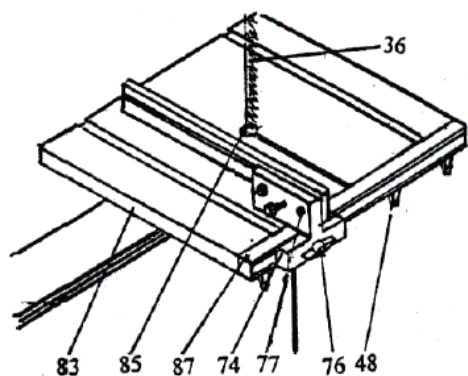
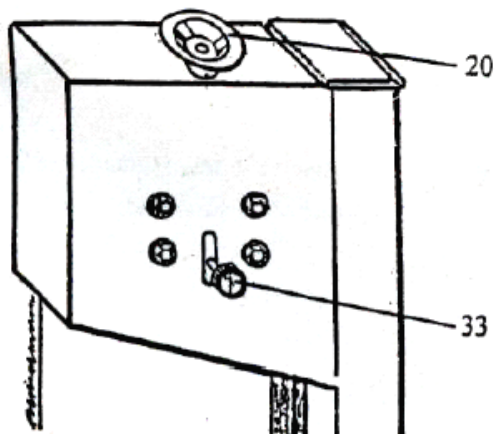

Рис. 1
Рис. 3
### 5.1. УСТАНОВКА СТОЛА (рис. 1)
Рабочий стол (83) устанавливается согласно рис. 1. Закрепить вставку (85) в центр рабочего стола. Закрепить направляющую планку (87) к столу с помощью барашковых винтов, как показано на рис. 1. Затем вставить болт (76) с квадратным подголовником в боковую направляющую планку через полосковую шайбу (75). Закрепить верхнюю направляющую планку (79) и боковую планку барашком с шайбой. Поместить верхнюю планку с правой стороны полотна пилы. Ослабить гайки (77). Снять верхнюю направляющую планку и ослабить барашек (76). Сдвинуть стойку верхней направляющей планки (74) вправо от полотна (36) пилы. Затем закрепить верхнюю направляющую планку с другой стороны стойки верхней направляющей планки.
1. Сначала открыть верхнюю и нижнюю дверцы (8) и (9), затем ослабить маховичок (20), рис. 3.
2. Снять боковую направляющую планку (87) и полотно пилы (36), рис. 1.
4. Установить боковую направляющую планку (87).
5. Вращая маховичок (20), натянуть полотно пилы. При нагрузке в 3 кг, приложенной к поверхности пилы, прогиб должен составить около 8 мм. Натяжение пилы должно быть умеренным.
6. Рукой повернуть верхний шкив полотна, отрегулировать прохождение полотна (36) в защитном кожухе вращением рукоятки (33), расположенной сзади верхнего корпуса пилы, как показано на рис. 3, для обеспечения прохождения полотна по центру.